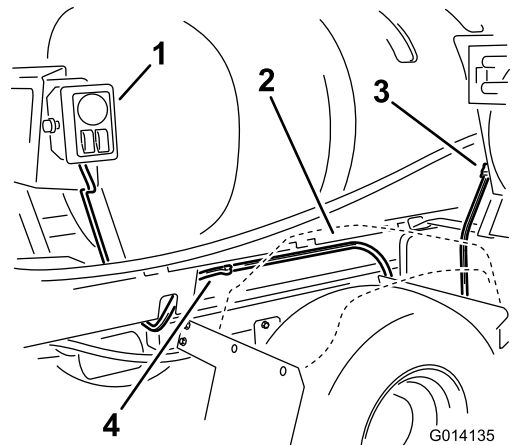

图18
- 6. 在控制箱处，将带有软管卷接头的剩余线束向前布置到机器的右侧，位于药缸滑轨和右后挡板（图18）之间。用两个压入式接头将线束紧固到药缸滑移架。